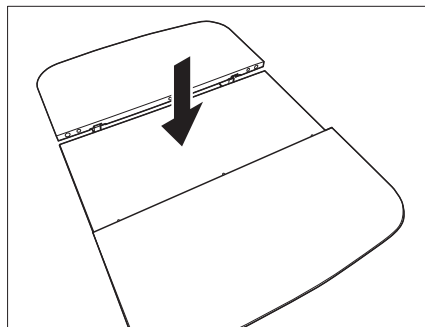

Fig. 103 Abbassamento della parte centrale
- Spingere con forza la parte centrale del tavolo verso il basso (Fig. 103). La parte centrale viene spinta verso l'alto da una molla.
- Spingere con forza la parte centrale del tavolo verso il basso. La parte centrale si innesta in posizione inferiore (Fig. 103).